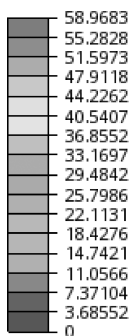

图 4-7 不连续变化
- 要显示不连续变化，选择级数，如图 4-7 所示。
(2) 标签间隔和格式
(3) 图例垂直间隔